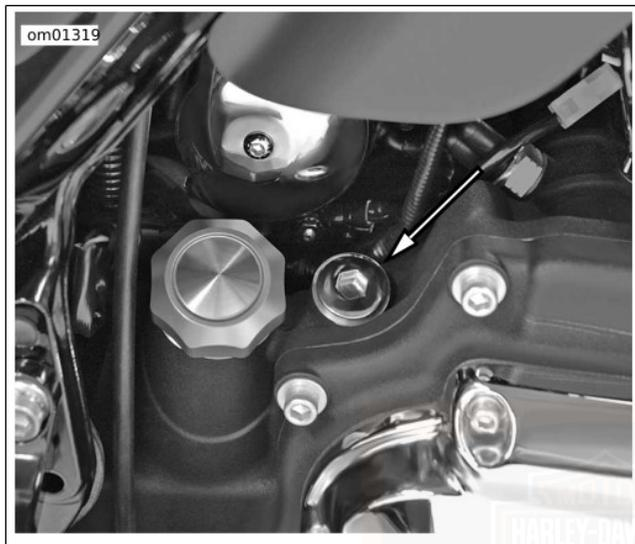

Figure 51. Emplacement du bouchon de remplissage/jauge de la transmission
2. Voir Figure 51. Enlever le bouchon de remplissage/jauge et essuyer la jauge.
1. Voir Figure 51. Retirer le bouchon de remplissage/jauge fileté.